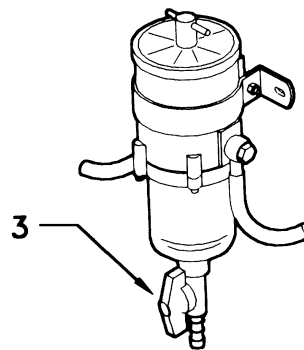

Fig. 7.6
Öppna kranen (3) (fig. 7.6) placerad under glasbehållaren och tappa av allt vatten. Stäng kranen igen och kontrollera att den inte läcker.